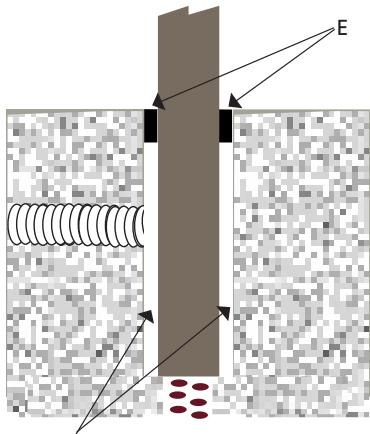

fig. 4
Riempire la cava D con sabbia e completare con un collaio in cemento E (fig.4).
Remplir la gorge D avec du sable et terminer par un collier en ciment E (fig.4).
Fill hole D with sand and finish off by pouring a concrete collar E (fig. 4).
Die Vertiefung (D) mit Sand füllen und mit einem Zementring (E) fertig stellen (Abb. 4).